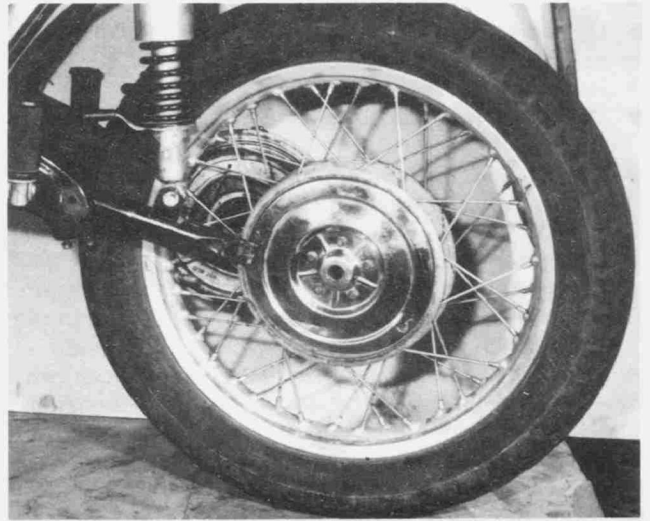

Bild 307
- Das Laufrad nach links ziehen, um die im Eingriff befindliche Verzahnung zu trennen und herauszu-heben (Bild 307).